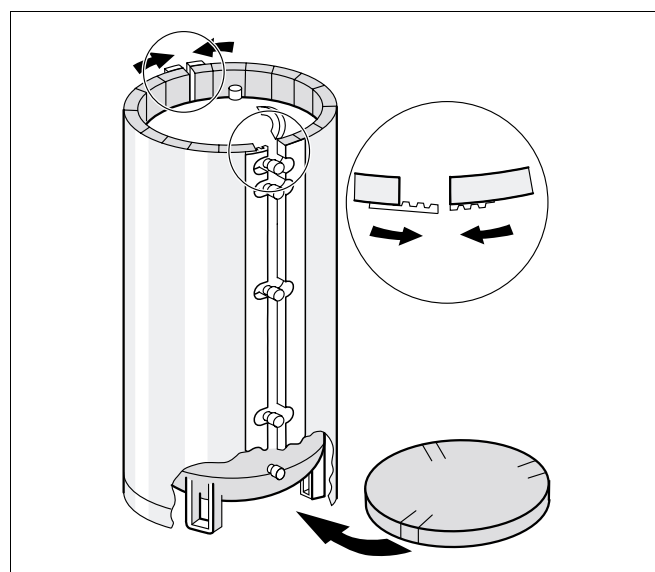

Fig. 6 Isolamento termico
- Disporre il disco termoisolante sul pavimento con gli intagli in corrispondenza dei piedini dell'accumulatore (fig. 6).
- Disporre il materassino termoisolante forato intorno al corpo accumulatore in modo tale che i fori coincidano con gli attacchi (fig. 6).
- Far collimare le estremità del materassino termoisolante e serrare (fig. 6).